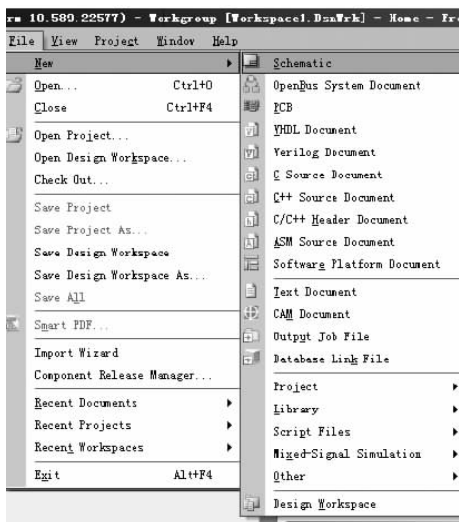

图 1-6 File 菜单
File 菜单主要用于文件的新建、打开和保存等。如图 1-6 所示。下面详细介绍 File(文件)菜单中的各命令及其功能。
(1)New(新建)命令:用于新建一个文件,其级联菜单如图 1-6 所示。